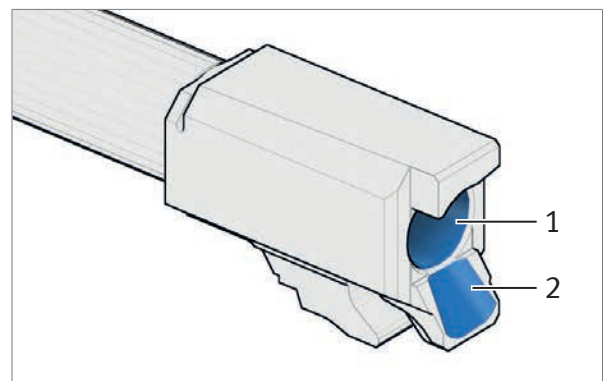

Abb. 52: Rohr, Patronenlager und Führungsfläche reinigen und entölen
4. Saubere Reinigungsdochte mehrfach durch das Rohr ziehen, bis das Rohr, das Patronenlager und die Führungsfläche frei von Öl und Fremdkörpern sind (Abb. 52).